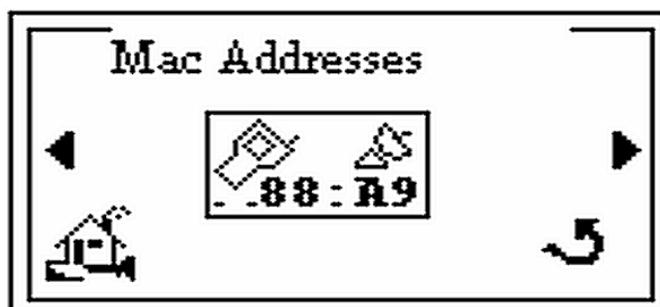

Figure 2-31 Écran des adresses MAC
6. Presser **▶** et l'écran des *Adresses MAC* apparaît (Figure 2-31).
8. Presser **Enter** et l'écran des *adresses MAC* re-apparaît (Figure 2-31).